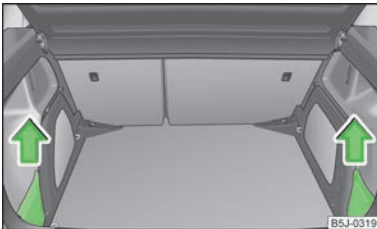

Abb. 71
- Die Abdeckung am oberen Teil fassen und vorsichtig in Pfeilrichtung » Abb. 71 herausnehmen.